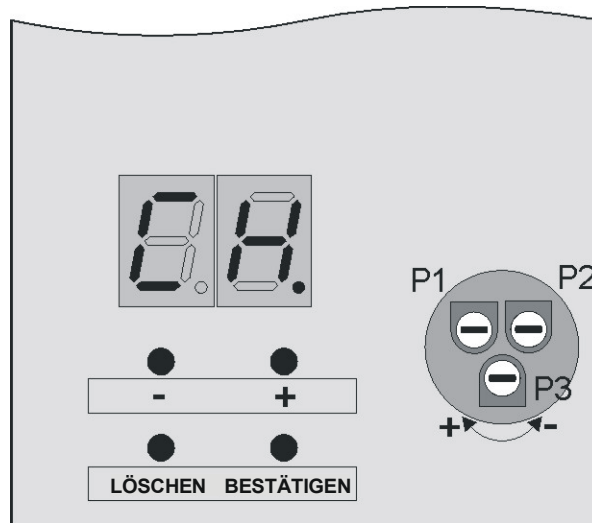

Bild 2
Die Einstellung der Geschwindigkeit im Laufe der langen, langsamen Torbewegung erfolgt durch Verstellung des Potentiometers P3 am Steuerungsgehäuse (Bild 2)
- Die Überstromereinstellungen werden werkseits eingestellt, wenn notwendig können jedoch verändert werden. Dies erfolgt beim Schnellauf des Tores. Mit Potentiometer an dem Steuerungsgehäuse die Überstromschalter einstellen. Beim Schließen ist der Potentiometer P2 und beim Öffnen P 1 (Bild 2) zu verstellen.